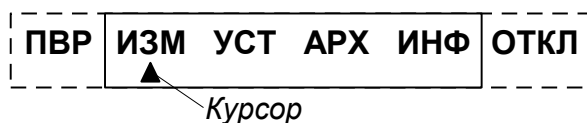

Рис.1. Вид окна индикации основного меню.
- 4.2.2. Окно индикации основного меню (рис.1) содержит обозначения пунктов меню, которые располагаются в одной строке, и курсор под одним из них. Одновременно в окне индикации основного меню может отображаться не более 4-х обозначений пунктов меню, которые могут смещаться влево или вправо.